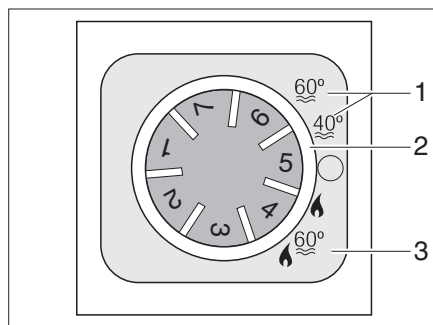

Fig. 227 Unité de commande pour chauffage/chauffe-eau
Le chauffe-eau est intégré dans le chauffage et fonctionne au gaz (Régime au gaz) et/ou à l'électricité (Régime au gaz et électrique 230 V). Le chauffe-eau est mis en service au niveau de l'unité de commande (Fig. 227) à l'aide de l'interrupteur tournant (Fig. 227,2). Le sélecteur de source d'énergie (Fig. 229) permet de présélectionner le type d'énergie (Régime au gaz et électrique 230 V).
En régime hiver "Chauffage et chauffe-eau" (Fig. 227,3), l'eau du chauffe-eau est automatiquement chauffée lors de la mise en marche du chauffage. Si le chauffage s'arrête à la température ambiante désirée, le chauffe-eau continue de chauffer jusqu'à obtention de la température d'eau sélectionnée.
En régime été (Fig. 227,1), seulement l'eau du chauffe-eau est chauffée à 40 °C ou 60 °C. Il faut environ 1 heure pour que l'eau atteigne 60 °C. Le voyant de contrôle jaune s'allume pendant la phase de chauffage du chauffe-eau.
- Placer l'interrupteur tournant (Fig. 227,2) de l'unité de commande (Fig. 227) sur "Régime été" (Fig. 227,1).
- Placer l'interrupteur tournant (Fig. 227,2) de l'unité de commande (Fig. 227) sur "O".
La combinaison régime au gaz et régime électrique 230 V permet de raccourcir la période de chauffage (uniquement possible lorsque le chauffe-eau sur l'unité de commande (Fig. 227) est réglé sur régime hiver).